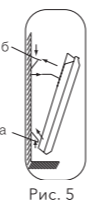

Рис. 5
- закрепить прибор на кронштейне необходимо следующим образом (рис. 5):
- наденьте на кронштейн нижнюю часть конвектора при помощи специальных отверстий, расположенных в нижней части конвектора (рис. 5, а);
- наденьте верхнюю часть конвектора на кронштейн, зафиксировав его при помощи защелок на кронштейне (рис. 5, б);